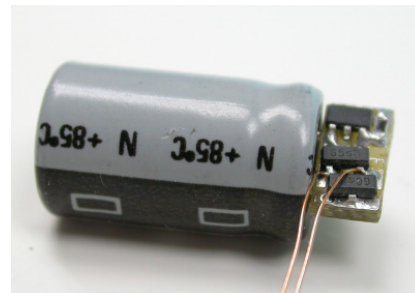

Bild 1: der Bausteine mit GoldCap
2. Das Produkt ist in Bild 1 zu sehen. Diese Anleitung ist Bestandteil des Produktes. Bitte bewahren Sie diese gut auf.